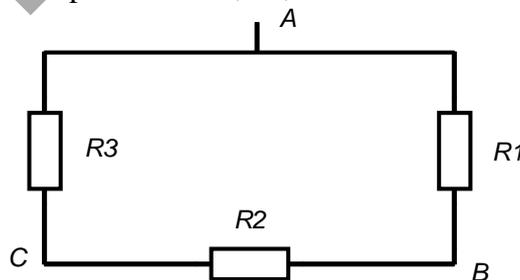

Figura 3: Caixa preta com 3 terminais
**Exercício 1:** Uma “caixa preta” (isto é, um circuito cujos componentes não são acessíveis) é constituída internamente por 3 resistores de valores desconhecidos conforme a figura 3. Medindo a resistência equivalente entre os pontos A e B obteve-se  $14,9\Omega$ ; entre os terminais B e C foi medido  $25,8\Omega$ ; e entre os pontos A e C,  $24,4\Omega$ . Determine os valores de  $R_1$ ,  $R_2$  e  $R_3$ .
**Prática 1:** Meça cuidadosamente os valores das resistências entre os terminais AB, BC e AC da caixa preta com 3 terminais fornecida (figura 3). Calcule os valores de  $R_1$ ,  $R_2$  e  $R_3$ , sabendo que os 3 resistores utilizados têm valor comercial.